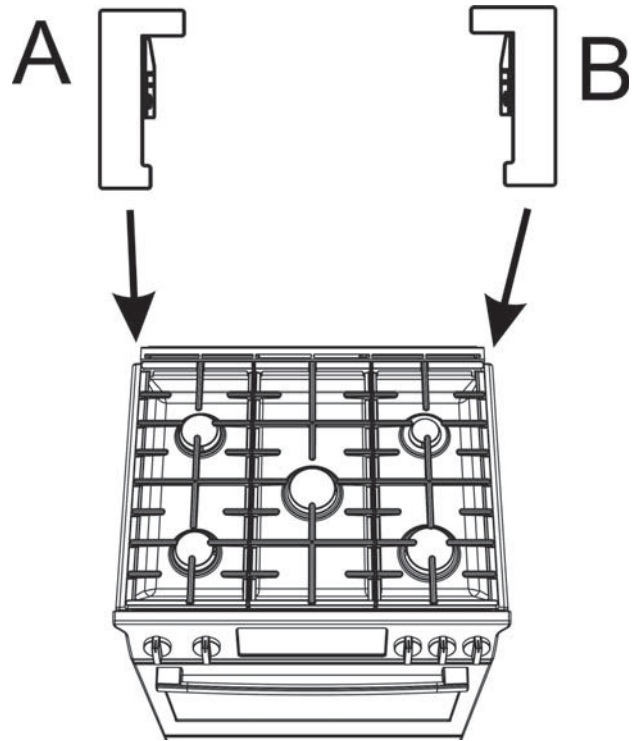
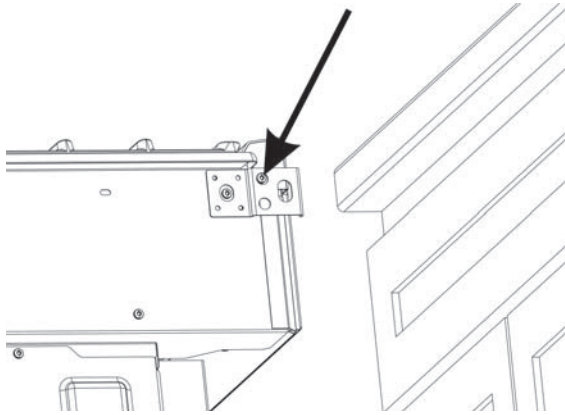

Figura 1: Cómo identificar los protectores para esquinas derecho e izquierdo
Figura 2: Ubicación de los tornillos laterales de la moldura de la parte trasera
- La instalación de protectores para esquinas requiere tener acceso a los tornillos de montaje que se encuentran en los lados de la estufa. Si las conexiones eléctricas o de gas impiden tener acceso a los tornillos, comuníquese con un técnico calificado antes de proceder (consulte la Figura 2: Ubicación de los tornillos laterales de la moldura de la parte trasera).
Si la estufa ya está instalada, ¿puede deslizarse hacia afuera lo suficiente como para tener acceso a los tornillos laterales de la moldura de la parte trasera? Consulte la Figura 1: Cómo identificar los protectores para esquinas derecho e izquierdo y la Figura 2: Ubicación de los tornillos laterales de la moldura de la parte trasera.
2. Identifique qué protector para esquinas debe colocarse en la parte trasera izquierda (A) y derecha (B) de la estufa. Consulte la Figura 1: Cómo identificar los protectores para esquinas derecho e izquierdo.
3. Deslice la estufa hacia afuera lo suficiente como para tener acceso a los tornillos de montaje laterales de la moldura de la parte trasera (consulte la Figura 2: Ubicación de los tornillos laterales de la moldura de la parte trasera). Lea el *Aviso de técnica para el manejo adecuado* en la sección Seguridad de este manual.
4. Retire solo los dos tornillos laterales que sujetan la moldura de la parte trasera (uno en cada lado); consulte la Figura 2: Ubicación de los tornillos laterales de la moldura de la parte trasera. Guarde estos tornillos para colocar los protectores para esquinas. Si no hay tornillos en estas ubicaciones, se incluyen tornillos en el kit para este fin.